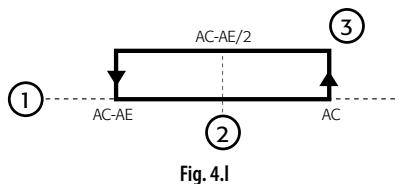

Fig. 4.l
- указывает на повышение предела между Ac и AE (выведенное расчётом: Ac-AE/2, смотреть Fig. 4.l);
- указывает превышение установленного значения Ac (смотреть Fig. 4.l);